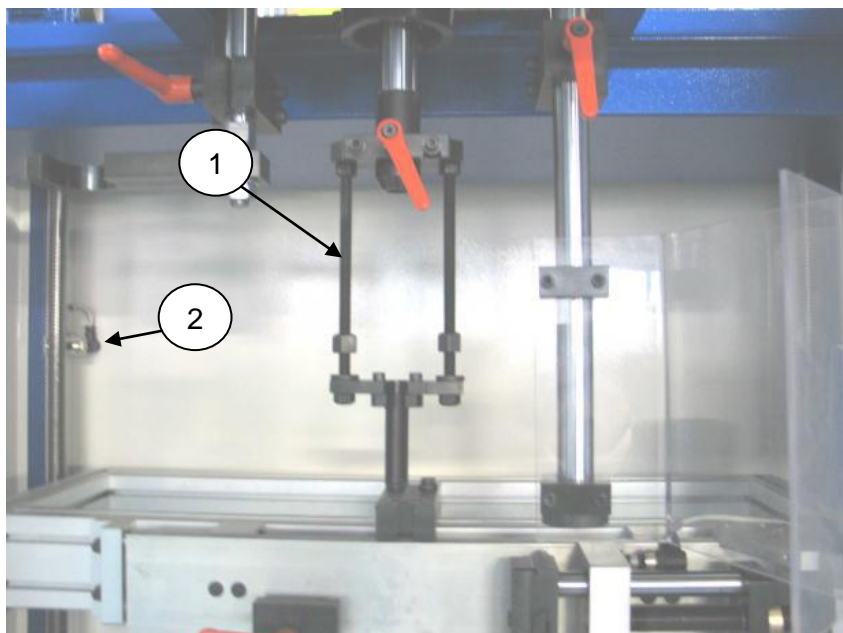

Рисунок 20
- 10.1. Чтобы открыть однотрубный амортизатор (часто называемый типом Бильштайн или Декарбон), установите монотрубный инструмент (1 Рис. 20) на конец цилиндра.
Высота датчика 0-положения (2 Рис. 20) для рабочей станции должна быть 670 мм от уровня опоры подшипника (3 Рис. 13)! В противном случае рабочая станция может затронуть патрон.